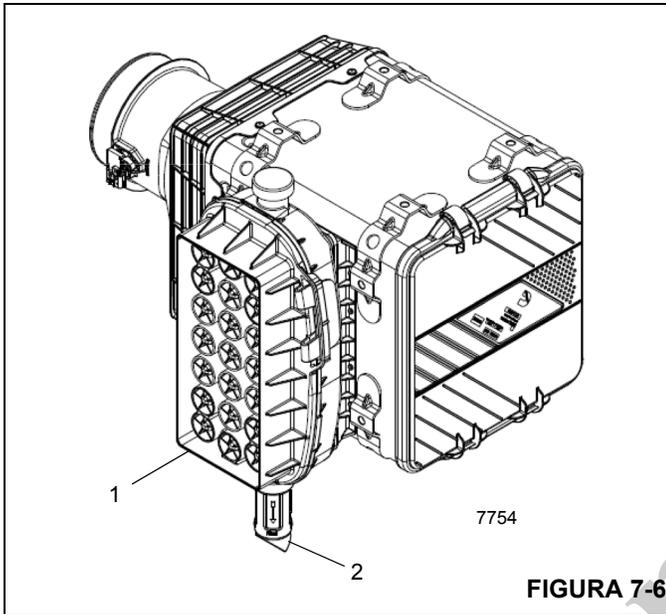
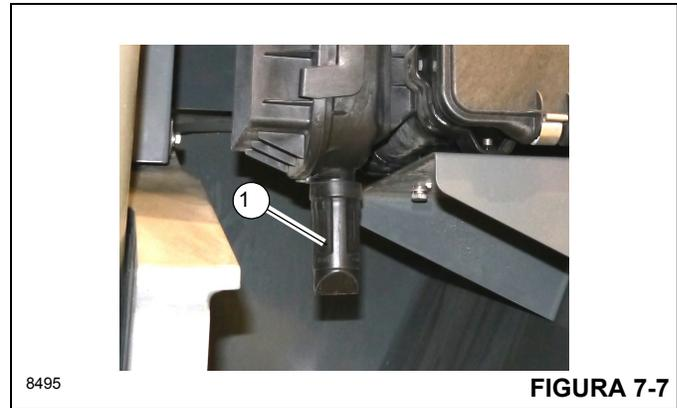

FIGURA 7-6
FIGURA 7-7
O pré-purificador (1) (Figura 7-6) evita a entrada de detritos grandes no purificador de ar e deve ser limpo periodicamente, especialmente ao trabalhar em condições severas de poeira. Remova a metade superior do pré-purificador liberando as duas travas nas laterais do pré-purificador. Remova todos os resíduos de dentro do pré-purificador e monte novamente.
As válvulas Vacuator (2, Figura 7-6) (1, Figura 7-7) são projetadas para expelir automaticamente a poeira solta e sujeira do corpo do purificador de ar, prolongando assim a vida útil do elemento. Os lábios da válvula devem estar voltados diretamente para baixo e sem detritos para operar eficientemente. Lama e resíduos podem se alojar nesses lábios periodicamente, mantendo-os abertos durante a operação do motor.